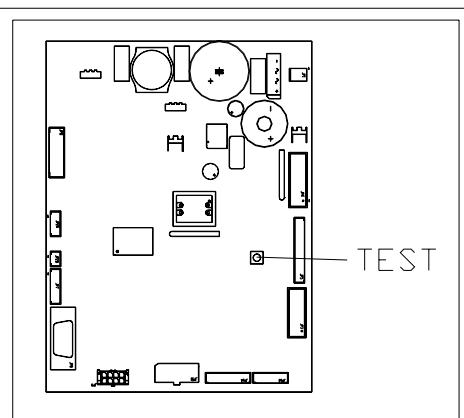

FIG. 7
- Appuyer sur le bouton poussoir TEST FIG.7 sur la carte de contrôle principale qui est située dans le compartiment du boîtier monnayeur. Le message suivant apparaîtra sur le display "**Sélectionner le plateau à charger**".
- Après avoir inséré le nouveau produit, appuyer sur le bouton poussoir **OK** (bouton poussoir Shopper) pour enregistrer la présence du produit dans le compartiment et pour introduire la date avant laquelle il faut consommer le produit, à l'échéance de cette date la vente du produit sera interdite. Si aucun produit n'a été inséré, appuyer sur le bouton poussoir de sélection correspondant pour passer au compartiment suivant. La procédure continuera jusqu'à quand tous les compartiments auront été programmés ou bien un autre plateau aura été sélectionné pour effectuer le chargement. Le distributeur passera automatiquement du mode "recharge" au mode normal après avoir analysé tous les plateaux. Pour quitter à n'importe quel moment le mode "recharge", appuyer sur le bouton poussoir TEST FIG.7.
- Quand on recharge une sélection **Fifo**, il est nécessaire de recharger un compartiment après l'autre, sans laisser des espaces libres. Si on ne dispose pas d'une quantité suffisante de produits pour compléter une sélection Fifo: appuyer sur le bouton poussoir **OK** après avoir chargé le dernier produit et quitter l'opération de "recharge" (bouton poussoir TEST FIG.7) ou bien sélectionner le plateau successif à charger.
- 2) Appuyer sur le bouton TEST FIG.7, sur la gauche du panneau de contrôle principal du compartiment du box - monnayer. Sur le display paraîtra le message "**Choisissez le plateau à recharger**".
- 5) Appuyer sur le bouton TEST FIG.7 pour sortir de la VENTE LIBRE.